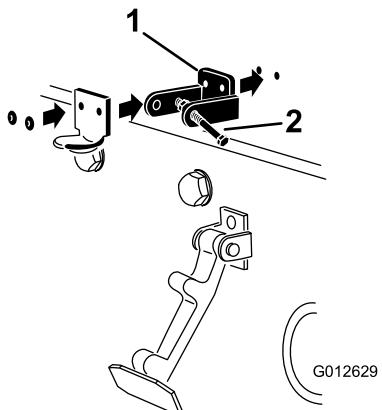

Рисунок 9
4. Совместная монтажные отверстия, поместите стопорный кронштейн стандарта СЕ и кронштейн защелки капота на капот (Рисунок 9).
6. Приклейте кронштейны и шайбы к капоту (Рисунок 9).